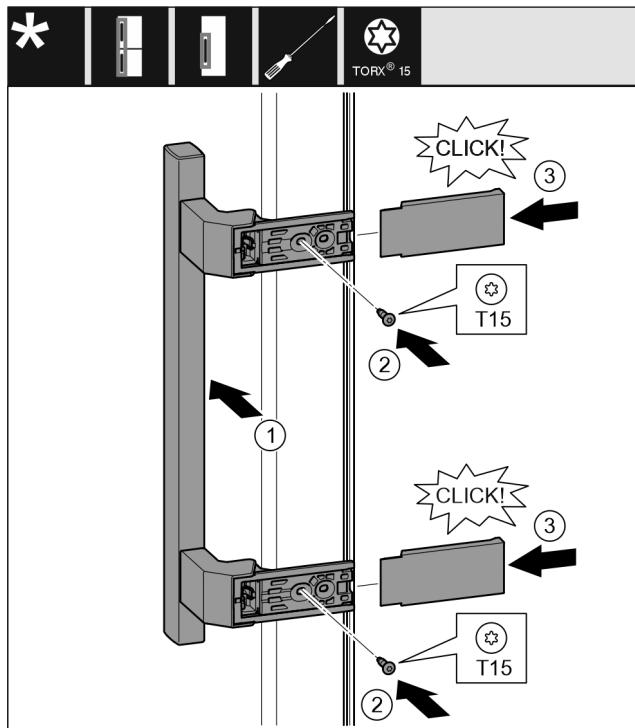

Fig. 40
- Pielieci rokturi pretējā pusē. Fig. 40 (1)
- Pieskrūvējet skrūves ar skrūvgriezi T15. Fig. 40 (2)
- Pielieci un uzbīdiet sānos pārsegus. Fig. 40 (3)